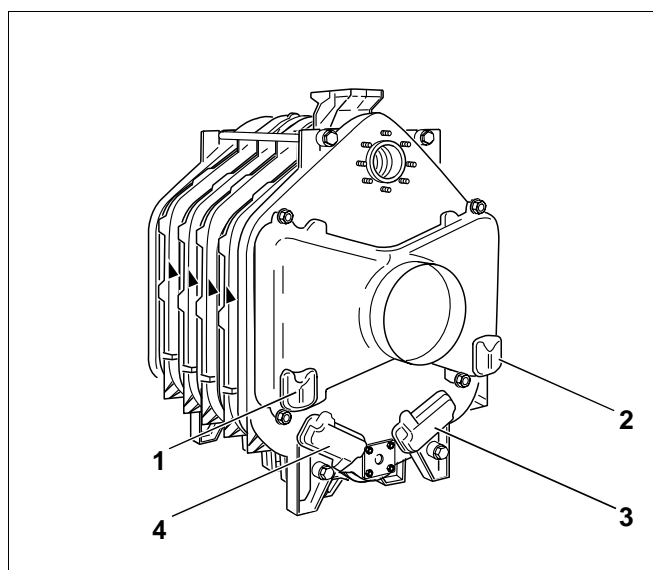

Fig. 27
På Fig. 27 vises det færdige bagelement med rensedækslerne på røggassen (Fig. 27, **pos. 1 og 2**) og rensedækslerne på bagelementet (Fig. 27, **pos. 3 og 4**).